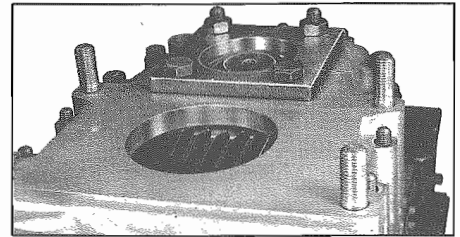

Fig. 43 - Controllo della posizione dell'albero secondario Checking the bearing of countershaft
- Avvitare la piastra di regolazione n. 11 (**Fig. 43**). Controllare la posizione dell'albero secondario. Esso deve poter girare senza gioco e senza però bloccarsi. Deve tuttavia essere percettibile una leggera resistenza alla rotazione dell'albero. Gli spessori dei rasamenti disponibili sono i seguenti: 2,0 - 2,05 - 2,1 - 2,15 - 2,2 - 2,25 - 2,3 - 2,35 - 2,4 - 2,45 - 2,5 - 2,55 - 2,6 - 2,65 - 2,7 - 2,75 - 2,8 e 2,9 mm. Separare nuovamente le due scatole e togliere la piastra di regolazione n. 11.
- Screw-on adjusting plate 11. (**Fig. 43**). Check bearing of countershaft. Countershaft should rotate free of play but without binding. A slight resistance when turning shaft should be felt. Compensating washers 2.0 - 2.05 - 2.1 - 2.15 - 2.2 - 2.25 - 2.3 - 2.35 - 2.4 - 2.45 - 2.5 - 2.55 - 2.6 - 2.65 - 2.7 - 2.75 - 2.8 and 2.9 mm thick are available. Disassemble housing components again and remove adjusting plate 11.